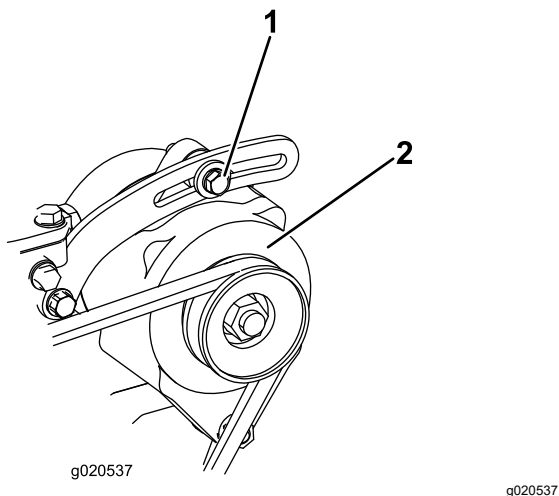

Figure 85
2. Si vous n'obtenez pas une flèche de 10 mm ($\frac{3}{8}$ po), desserrez les boulons de fixation de l'alternateur (Figure 85). Augmentez ou diminuez la tension de la courroie d'alternateur et resserrez les boulons. Contrôlez de nouveau la flèche de la courroie pour vérifier si la tension est correcte.